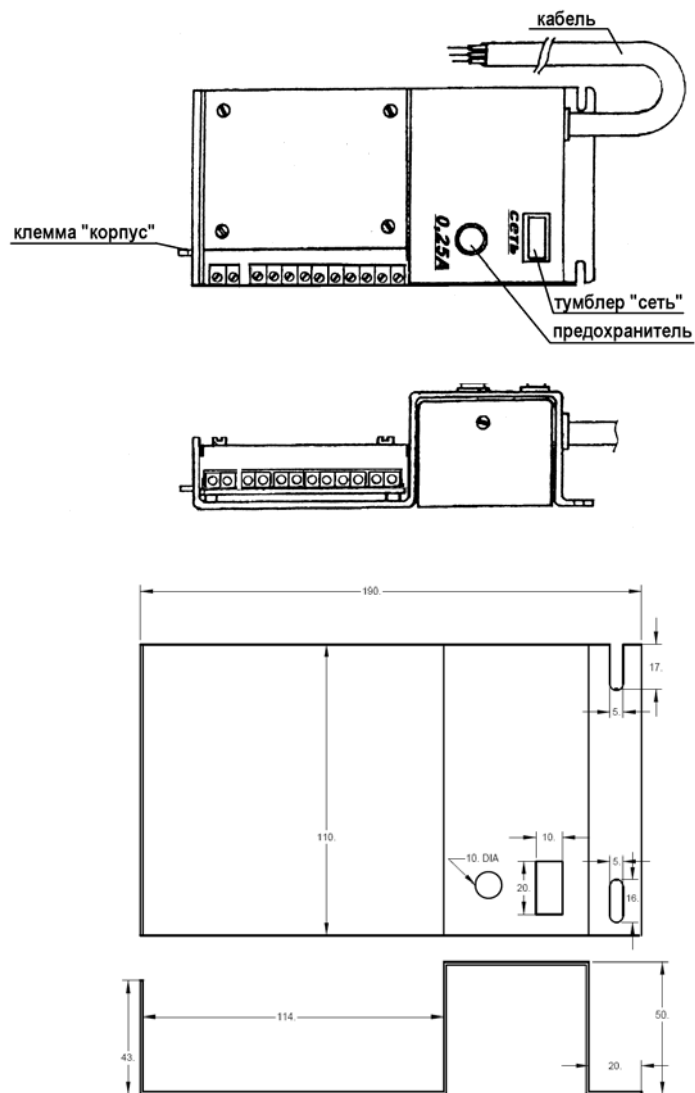

Рисунок 2 - Внешний вид и установочные размеры блока питания и регистрации БПР-3.
Внешний вид Блока питания и регистрации приведен на рис. 2.
2.1.1 Закрепить БПР-3 в стойке посредством соответствующих крепежных отверстий (рис.2).